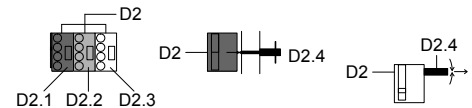

Bild 4: Anschliessen / Abklemmen der Anschlussleitung
Steckklemmen abziehen (Bild 4)
Abklemmen der Leitung (Bild 4)
Steckklemmen aufstecken (Bild 4)
- **Anschließen der Leitung (Bild 4)**